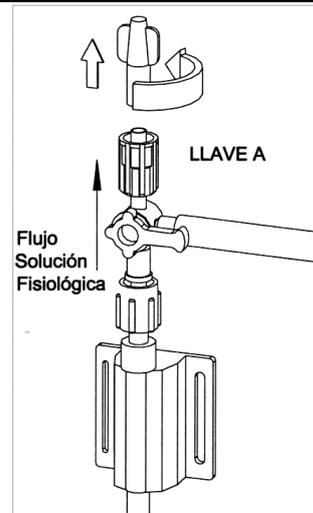

Figura 11-12 - Girado de la Llave "A" y apertura de tapa
- Cierre el Clamp y abra el Sistema a la presión atmosférica girando la Llave "A" (llave de tres vías) y quitando la tapa, ver figura 11.12.